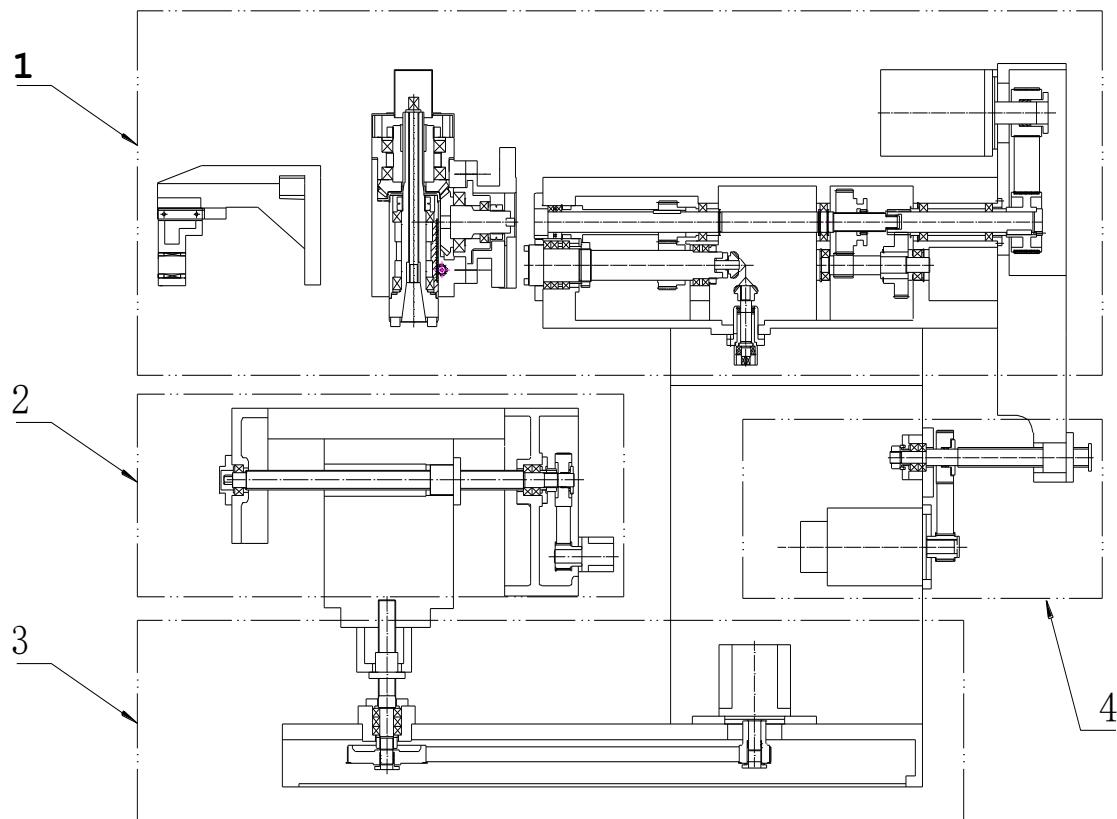
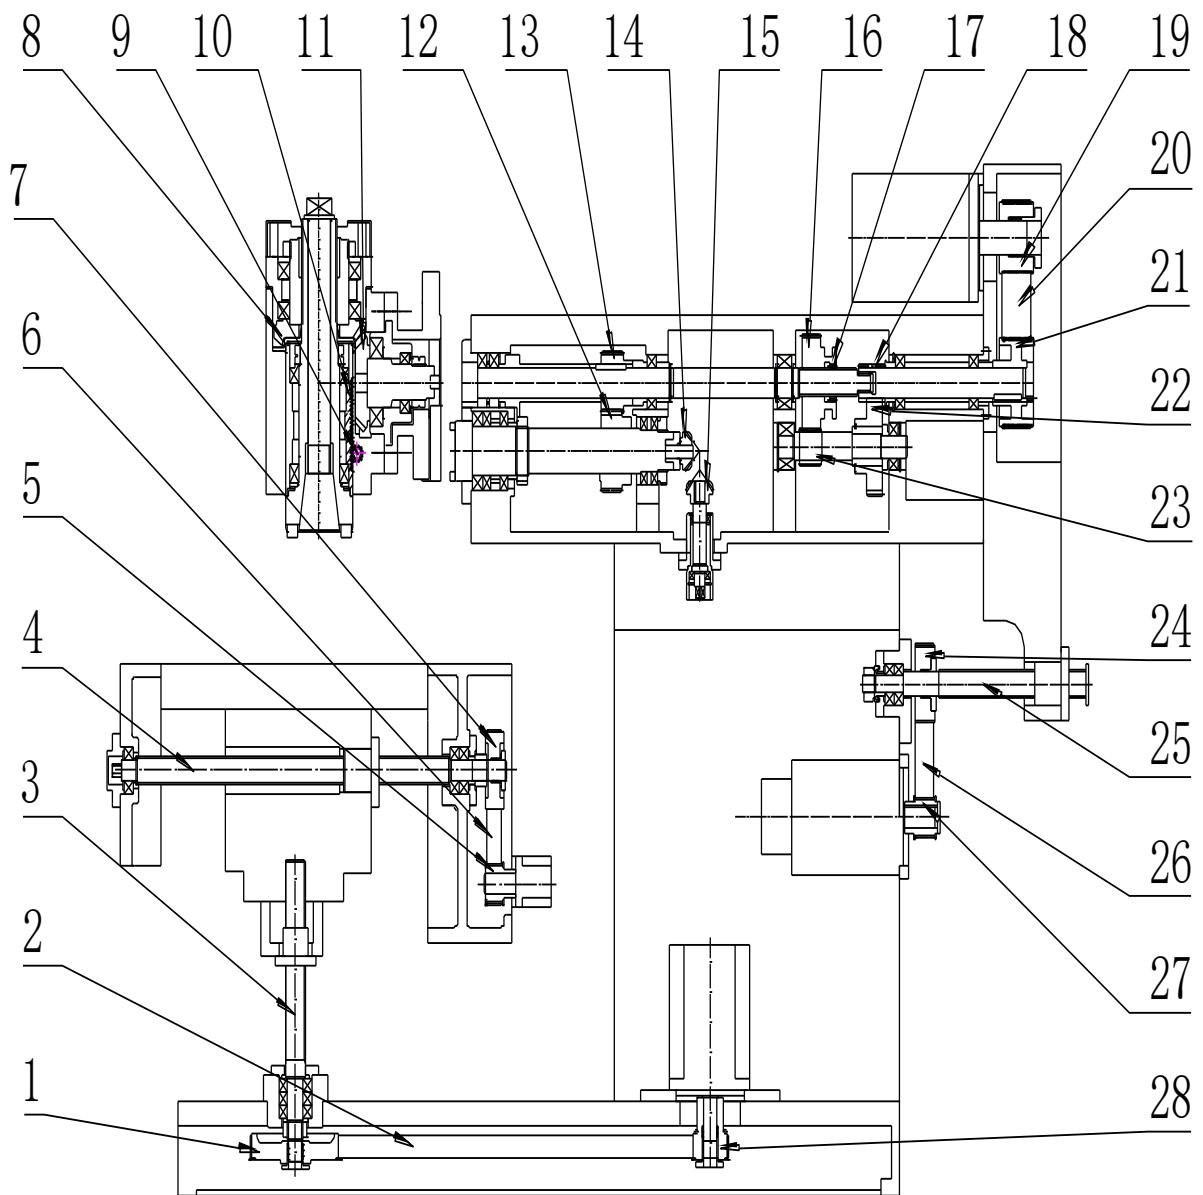

Рис. 10 Кинематическая схема станка
Рис. 11: Схема деталей кинематики станка
1) Система привода шпинделя (см Рис. 10 и Рис. 11)
Система привода шпинделя состоит из коробки скоростей ползуна и фрезерной головки. См. блок 4 на Рис. 10. Детали передачи см. на Рис. 11. Принцип работы системы подачи состоит в следующем: На валу серводвигателя с фланцем находится малый многоручьевой шкив 19 для передачи усилия на большой многоручьевовой шкив 21, расположенный на ведущем валу коробки скоростей ползуна, посредством клинового ремня 20. Шестерня (шестерня 18) на ведущем валу
2) Привод подачи по оси X (см. Рис. 10, Рис. 11)
Привод подачи по оси X показан в блоке 2 на Рис. 10; детали трансмиссии см. на Рис. 11, а ниже описывается принцип действия: В качестве двигателя подачи по оси X используется серводвигатель, который вместе с зубчатым шкивом и зубчатым ремнем установлен на левой стороне вертикального рабочего стола. Вращение от двигателя передается посредством шкива 5, зубчатого ремня 6 и зубчатого шкива 7 с передачей усилия на ШВП 4 оси X для продольного перемещения рабочего стола.
3) Привод подачи по оси Y (см. Рис. 10, Рис. 11)
Привод подачи по оси Y показан в блоке 4 на Рис. 10; детали системы подач см. на Рис. 11, а ниже описывается принцип действия:
4) Привод подачи по оси Z (см. Рис. 10, Рис. 11)
Привод подачи по оси Z показан в блоке 3 на Рис. 10; детали системы подач см. на Рис. 11, а ниже описывается принцип действия: